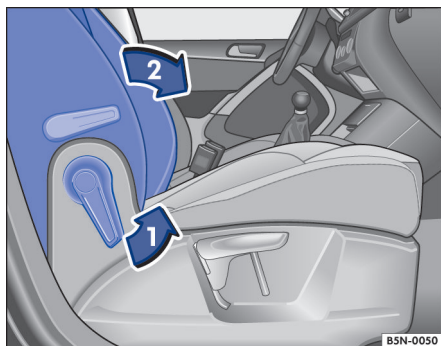

Fig. 83 Banco do passageiro dianteiro: rebater o encosto para frente.
- Destruar o encosto do banco do passageiro dianteiro no sentido da seta → Fig. 83 .